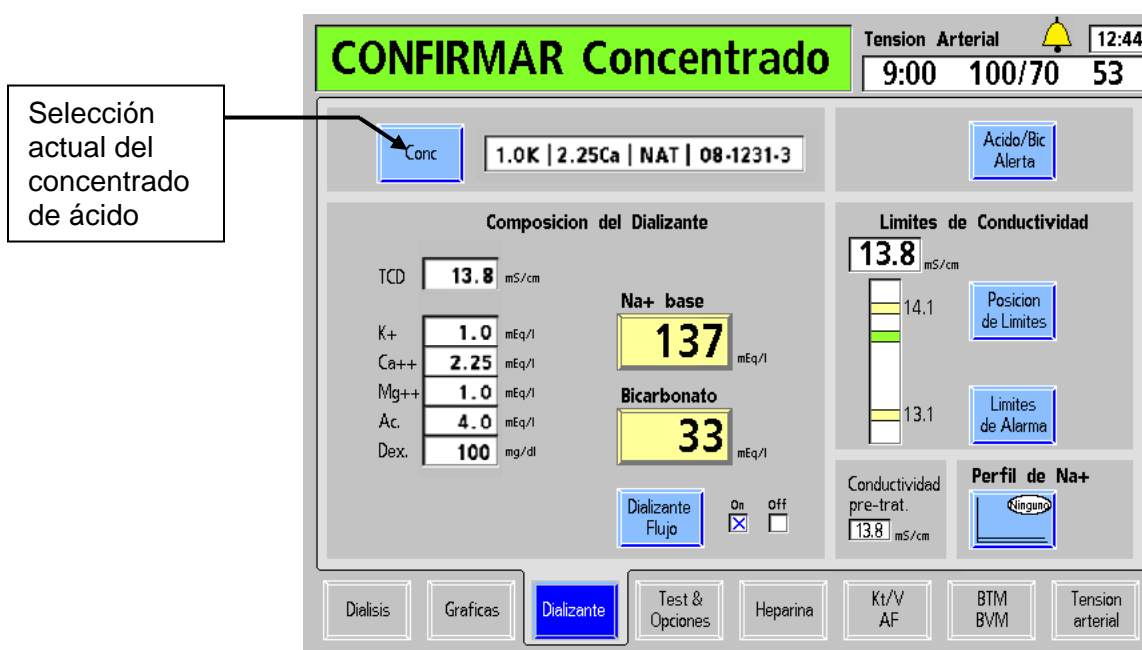

Figura 23 – Confirmar concentrado en la pantalla “Dializante” (versión funcional de software 2.81 o superior)
4. Si se está preparando la máquina para la diálisis normal, seleccione en la pantalla de visualización el botón **Diálisis** resaltándolo con el panel táctil y presionandola tecla **CONFIRM**. La pantalla “Dializante” aparecerá en el monitor (vea Figura 23). (Se puede utilizar la pantalla táctil opcional tocando el botón **Diálisis** directamente).